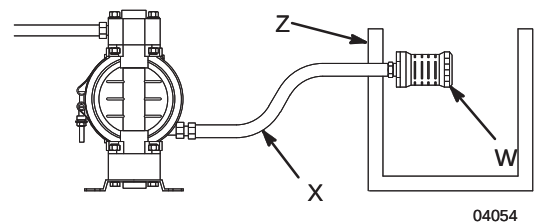

Fig. 2
La vanne d'air principale de type purgeur (B) doit être montée sur votre système pour décharger l'air prisonnier entre cette vanne et la pompe. Voir **Fig. 2**. L'air prisonnier peut provoquer l'activation inattendue de la pompe, en risquant d'entraîner des blessures graves, y compris des projections dans les yeux ou sur la peau, des blessures dues à des pièces en mouvement ou une intoxication due aux produits dangereux.
1. Installer les accessoires de la conduite d'air comme indiqué sur la **Fig. 2**. Fixer ces accessoires au mur ou sur un support. Vérifier que la conduite d'air qui alimentera ces accessoires soit conductrice.
- a. La pression du liquide peut être réglée de deux façons. Pour la contrôler du côté air, installez un régulateur de débit d'air (G). Pour la régler du côté produit, placer un régulateur de produit (J) à proximité de la sortie produit de la pompe (voir la **Fig. 2**).
- b. Placer la vanne d'air principale de type purgeur (B) tout près de la pompe et l'utiliser pour évacuer l'air prisonnier. Lire l'AVERTISSEMENT ci-dessus. Localiser l'autre vanne d'air principale (E) en amont de tous les accessoires de la conduite d'air et l'utiliser pour les isoler pendant les opérations de nettoyage et de réparation.
- c. Le filtre (F) sur la conduite d'air élimine les poussières nuisibles et l'humidité de l'alimentation en air comprimé.
2. Installer un tuyau d'air (C) souple et conducteur entre les accessoires et l'entrée d'air de 1/4 ptn(f) de la pompe. Utiliser un tuyau d'air d'un diamètre intérieur de 6,3 mm (1/4 po.) minimum. Visser un manchon de raccordement de conduite d'air (D) à débranchement rapide sur l'extrémité du tuyau d'air (C) puis visser fermement le raccord d'accouplement sur l'admission d'air de la pompe. Ne pas encore raccorder le manchon de raccordement (D) sur le raccord.
Une vanne de vidange produit (H) est nécessaire dans votre système pour relâcher la pression dans le tuyau si ce dernier est bouché. Voir **Fig. 2**. La vanne de vidange réduit le risque de blessure sérieuse, y compris par projection dans les yeux ou sur la peau, ou par intoxication par des produits dangereux, lors de la décompression. Installer la vanne près de la sortie produit de la pompe.
1. Utiliser des tuyaux de produit (K) conducteurs. La sortie produit de la pompe mesure 1/2 po. ou 3/4 po. Visser solidement le raccord de produit dans la sortie de la pompe. Ne pas trop serrer.
2. Placer un régulateur de produit (J) sur la sortie produit de la pompe pour régler la pression du produit, si nécessaire (voir la **Fig. 2**). Consulter la section **Conduite d'air**, étape 1a, pour connaître une autre méthode de contrôle de la pression.
3. Installez une vanne de vidange de fluide (H) à proximité de la sortie de fluide. Lire l'AVERTISSEMENT ci-dessus.
Une membrane défectueuse provoquera l'échappement du produit pompé en même temps que l'air. Placer un réservoir approprié à l'extrémité de la conduite d'échappement d'air pour récupérer le produit. Voir **Fig. 2**.
Voir Ventilation de l'air d'échappement à la **Fig. 2**.
1. Retirez le silencieux (W) de l'orifice d'échappement d'air de la pompe.
2. Installez un flexible d'échappement d'air conducteur (X) et raccordez le silencieux à l'autre extrémité du flexible. La taille minimum du diamètre intérieur du tuyau d'échappement d'air est de 10 mm (3/8 po.). Si un tuyau de plus de 4,57 m (15 pi) doit être utilisé, utilisez un tuyau de diamètre supérieur. Éviter des virages trop courts ou des nœuds dans le tuyau.
3. Placer un réservoir (Z) à l'extrémité du tuyau d'échappement d'air pour récupérer le produit au cas où une membrane devait se déchirer. Voir **Fig. 2**.
1. **Fig. 2** et plans éclatés. Exécuter les étapes de 1 à 8 du chapitre **Démarrage et réglage de la pompe**.
2. Ouvrir le régulateur de débit d'air (G).